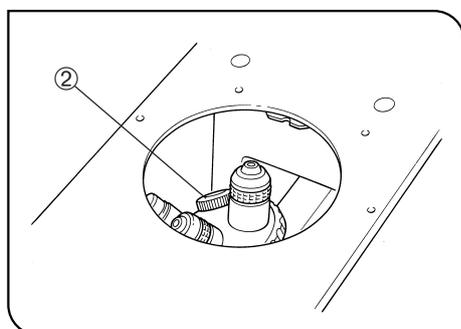

Fig. 29
★ Veiller à bien couvrir toute position inutilisée à l'aide des capuchons d'objectif ② afin d'empêcher de la poussière ou de la saleté d'y pénétrer. (Fig. 29)